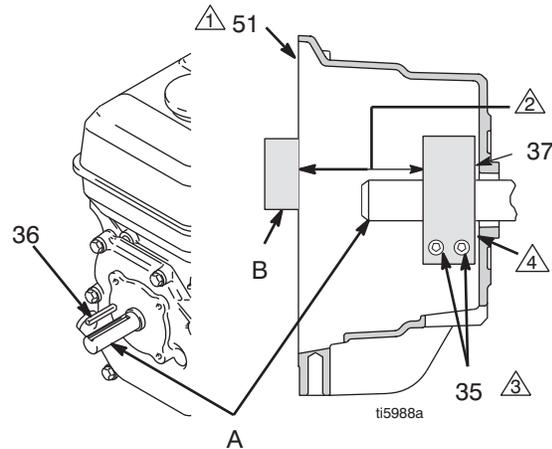

FIG. 9
4. FIG. 9. Desserrer les deux vis (35) de la bride (37).
5. Introduire un tournevis dans la fente de la bride (37) et démonter la bride.
1. FIG. 9 Monter la clavette de l'arbre moteur (36).
2. Tapoter sur la bride (37) pour l'enfiler sur l'arbre moteur (A). Respecter les cotes indiquées en 2. Le chanfrein doit être orienté vers le moteur.
3. Contrôler les cotes: passer une barre d'acier rigide et rectiligne (B) à travers le carter d'embrayage (51). À l'aide d'un instrument de mesure approprié, mesurer l'écartement entre la barre et la surface de la bride. Ajuster la bride si nécessaire. Serrer les deux vis (35) à 125 ±10 in-lb (14 ±1.1 N·m).